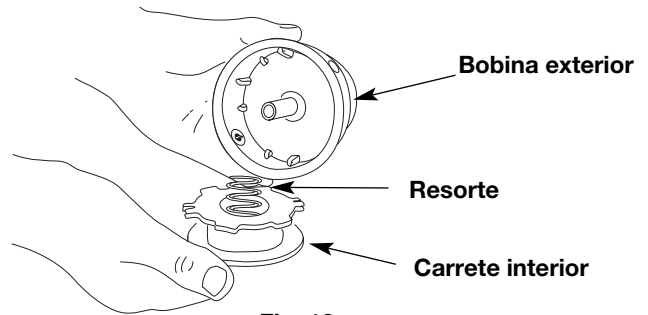

Fig. 12
2. Saque el carrete interior de la bobina exterior (Fig. 12).
3. Saque el resorte del carrete interior (Fig. 12).
2. Saque el carrete interior viejo de la bobina exterior (Fig. 12).
3. Saque el resorte del carrete interior viejo (Fig. 12).